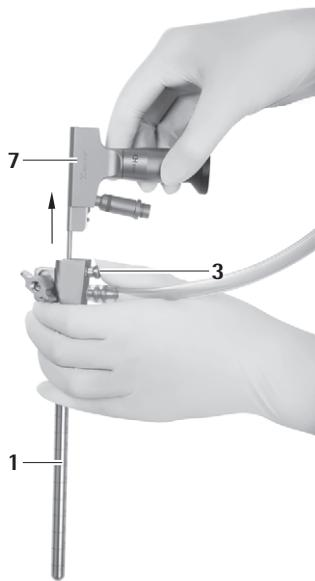

Abb. 11
- Entriegelungsknopf 3 drücken und Endoskop 5 aus MINOP InVent-Trokar 1 herausziehen, siehe Abb. 11.